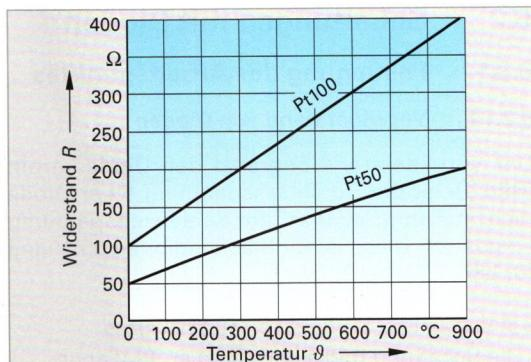

Bild 1: Kennlinien von Platin-Widerstandssensoren
Widerstandstemperaturfühler aus Platin sind Halbleiter (PTC) mit annähernd linearer Kennlinie (**Bild 1**). Pt100-Sensoren haben bei 0 °C einen Nennwiderstand von 100 Ω. Weitere genormte Nennwiderstände sind z.B. Pt50, Pt500, und Pt1000. Sensoren werden von -200 °C bis 850 °C eingesetzt (DIN IEC 60751). Zur Temperaturmessung wird dem Sensorwiderstand ein konstanter Leiterström durch den Sensorzweileiter zugeführt. Durch Sensoren mit 3- oder 4-Leiteranschluss lässt sich der Leitungswiderstand der Zuleitungen kompensieren.
a) Ablesewert aus **Bild 1**: $R_{100} = 140 \Omega$